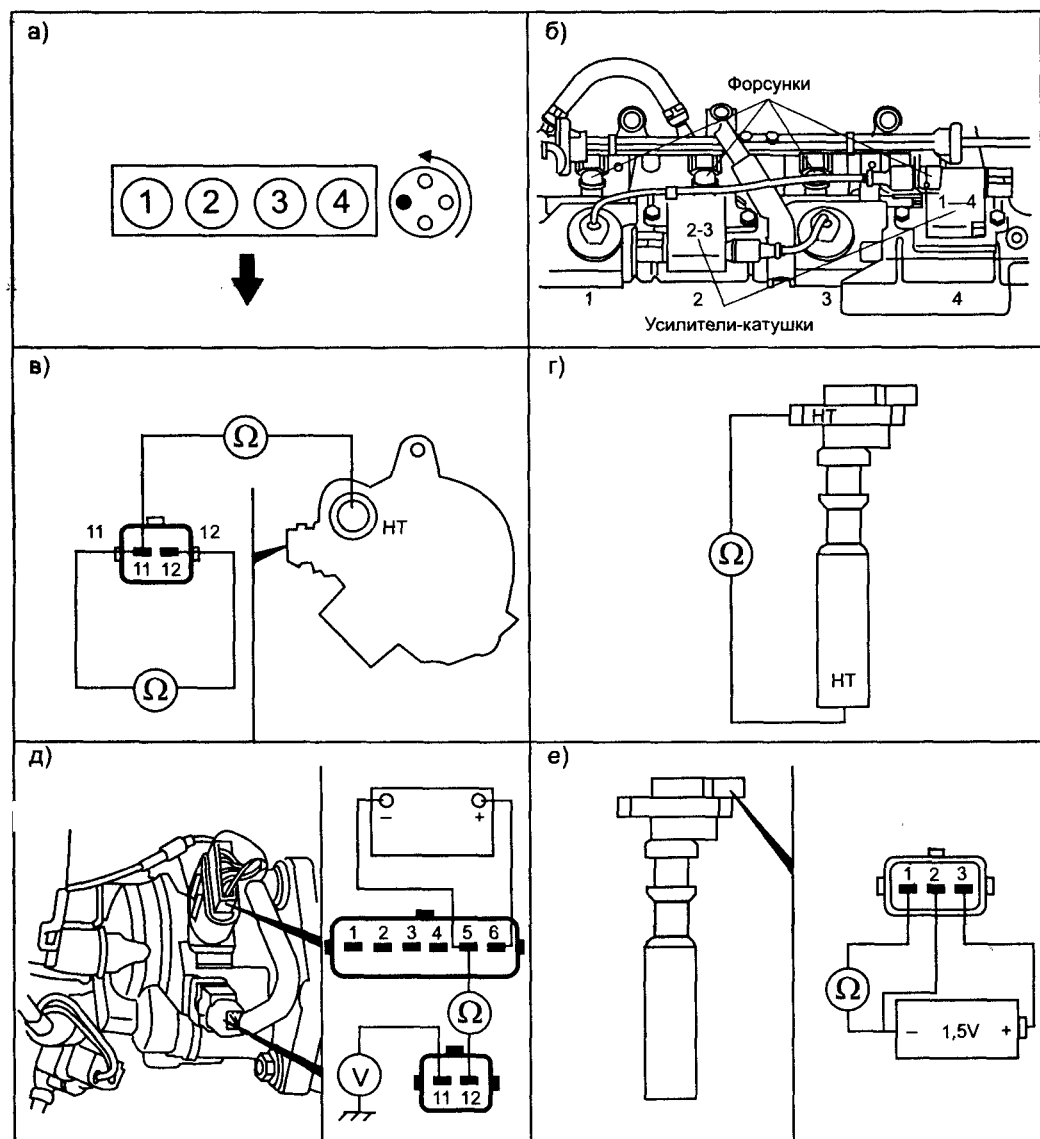

Рис. 2.6.11. Система зажигания
Порядок зажигания — стандартный для 4-цилиндрового двигателя: 1-3-4-2. Маркировка цилиндров и распределителя зажигания для моделей 96 г.в. показана на рис. 2.6.11а, для моделей 97—00 г.в. — на рис. 2.6.11б.
- выключают зажигание и измеряют сопротивление первичной обмотки катушки (контакты 11—12 разъема распределителя, см. рис. 2.6.11в) оно должно быть 0,5...0,7 Ом;
- измеряют сопротивление вторичной обмотки катушки (контакт 11, НТ* разъема распределителя, см. рис. 2.6.11в) оно должно быть 21...30 кОм.
- измеряют сопротивление между выводами НТ усилителя-катушки (см. рис. 2.6.11г) — оно должно быть 14000—21000 Ом для двигателя SOHC и 17000—25000 Ом — для DOHC;
- отключают 2-контактный разъем жгута от распределителя (рис. 2.6.11д);
- собирают диагностическую схему (см. рис. 2.6.11д, е, источник — любая батарейка 1,5 В), имитирующую управляющий сигнал ЕСМ, и проверяют работу усилителя зажигания в соответствии с табл. 2.6.9.
- собирают диагностическую схему (см. рис. 2.6.11е, источник — батарейка 1,5 В), имитирующую управляющий сигнал ЕСМ и проверяют работу усилителя зажигания в соответствии с табл. 2.6.9;